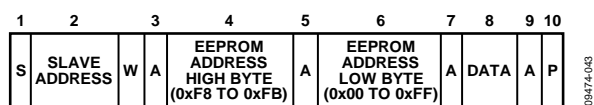

图32. 对EEPROM进行单字节写入
- 向EEPROM写入单字节数据。这种情况下，命令字节为高字节，即从EEPROM地址0xF8到EEPROM地址0xFB。第一个数据字节为EEPROM地址的低字节，第二个数据字节为实际数据，如图32所示。